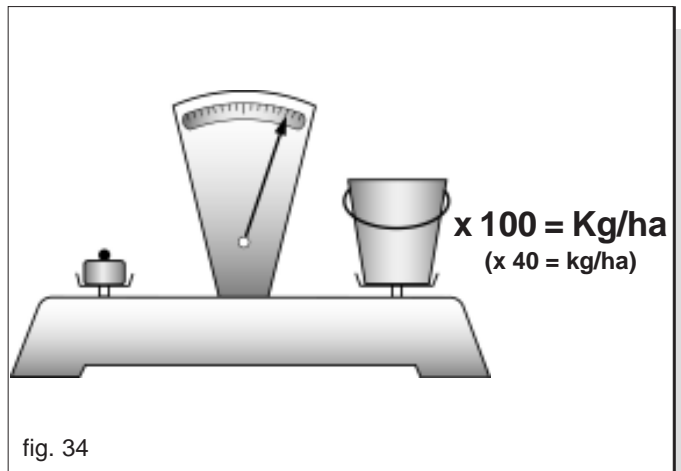

fig. 34
- 7) Peser la quantité de semences contenue dans les bacs et la multiplier par 100 ou par 40 (selon les tours effectués); la valeur obtenue correspond à la quantité en kilogrammes distribuée sur un hectare (Fig. 34).